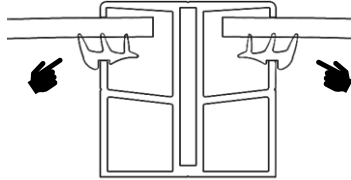

Abb.51
- montieren der Keildichtung Pos. 1 und 2 (Abb.51)